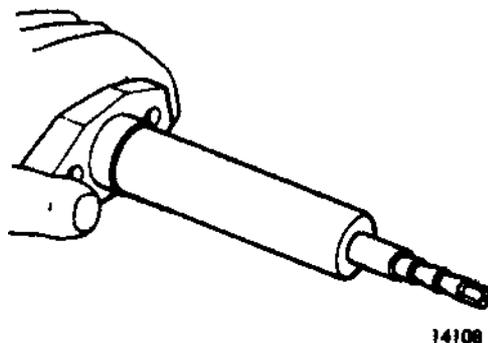

Fig. 24. Outil d'évasement 6008
4. Dévisser et enlever l'axe d'évasement et poser la nouvelle douille d'injecteur sur l'outil (figure 24). Dévisser l'écrou de la broche de l'outil.